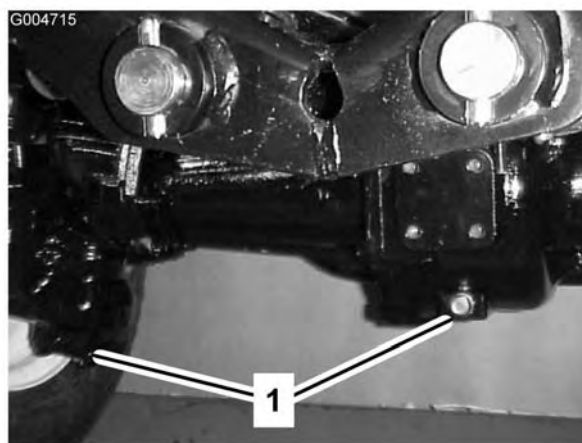

Figura 59
2. Pulite attorno ai tre tappi di spurgo, uno per lato ed uno in centro (Figura 59).